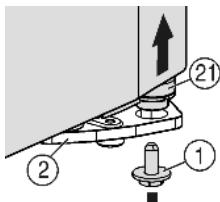
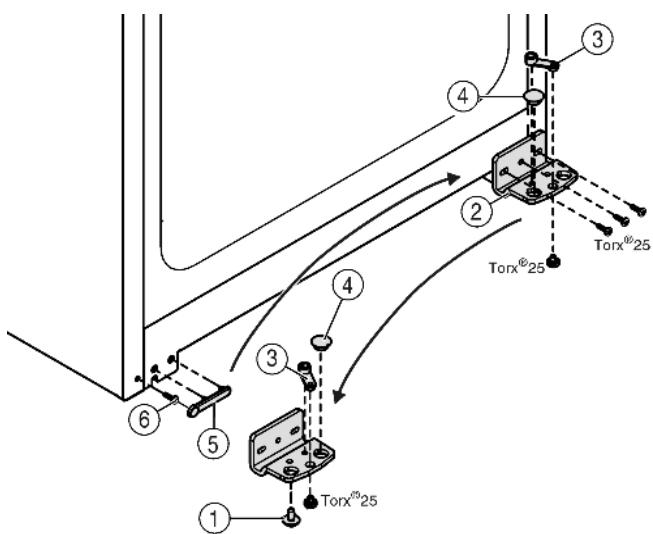

Fig. 5
Fig. 6
- Долу вдясно на лагерната стойка отвийте осигурителния винт Fig. 5 (1).
- Лагерният болт Fig. 5 (21) се освобождава от лагерната стойка Fig. 6 (2).
- Ако лагерният болт Fig. 5 (21) не се освободи, избутайте болта отдолу.
- Свалете лагерната стойка Fig. 6 (2).
- Развийте лагерния детайл Fig. 6 (3) и поставете в срещуположния поемащ отвор на лагерната опора, завийте отново.
- Извадете тапите Fig. 6 (4) от лагерната опора и ги преместете в срещуположния поемащ отвор на лагерната опора.
- Внимателно повдигнете покритието Fig. 6 (5) откъм дръжката.
- Развийте винта Fig. 6 (6) и го завинтете от другата страна.
- Поставете отново капака Fig. 6 (5).
- Завийте отново здраво (с 4 Nm) лагерната стойка Fig. 6 (2) от новата страна на шарнира, при нужда с помощта на акумулаторна отвертка.
- Завийте осигурителния винт *Fig. 5 (1)* долу в лагерния болт и го затегнете (**с 4 Nm**).